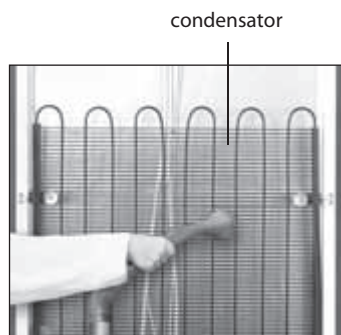

Figura 9
**ATENȚIE! Cel puțin o dată pe an, curățați cu aspiratorul partea din spate a frigiderului și condensatorul, în conformitate cu figura 9, îndepărtând în prealabil frigiderul de la perete. Apariția prafului pe condensator duce la creșterea consumului de energie.**